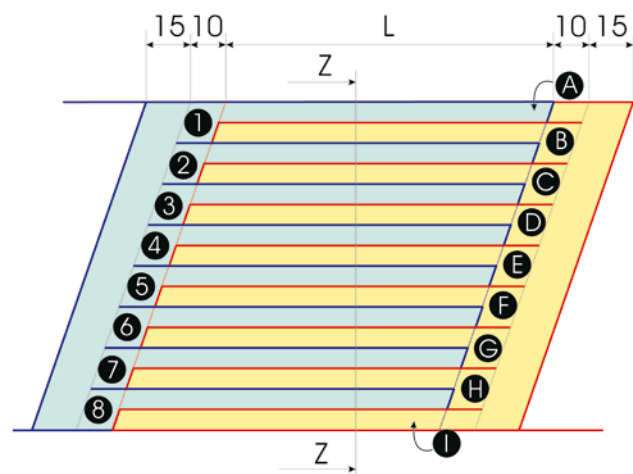

Fig. 2
7. Following the scheme of Fig. 2 and 3, place the strips on the bottom cover starting from A, alternating the two heads (sequence A-1-B-2-C....7-H-8-I), assuring the alignment and the planarity of the strips themselves; please note that the strip heads must not be positioned at the end of the cut but 10 mm back in order to favour the transversal bending of the fabric;
7. *Seguendo lo schema di Fig. 2 e 3, adagiare le strisce sulla copertura inferiore a partire dalla A, alternando le due testate (sequenza A-1-B-2-C....7-H-8-I), assicurando l'allineamento e la planarità delle strisce stesse; si noti che le teste delle strisce non devono essere posizionate al termine del taglio ma arretrate di 10 mm per favorire la piega trasversale del tessuto;*